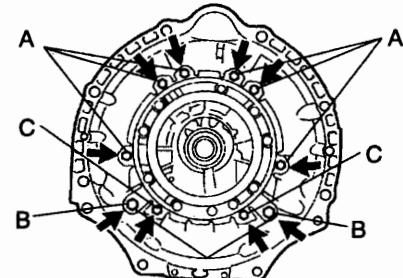

图 12-1-101
(52) 安装自动变速器外罩。用无铅汽车清洁螺栓螺纹和壳体螺纹。如图 12-1-101 所示, 用 10 个螺栓安装变速器外罩。螺栓 A 的长度为 14mm, 拧紧力矩为 $34\text{N}\cdot\text{m}$; 螺栓 B 的长度为 17mm, 拧紧力矩为 $57\text{N}\cdot\text{m}$; 螺栓 C 的长度为 20mm, 拧紧力矩为 $60\text{N}\cdot\text{m}$ 。